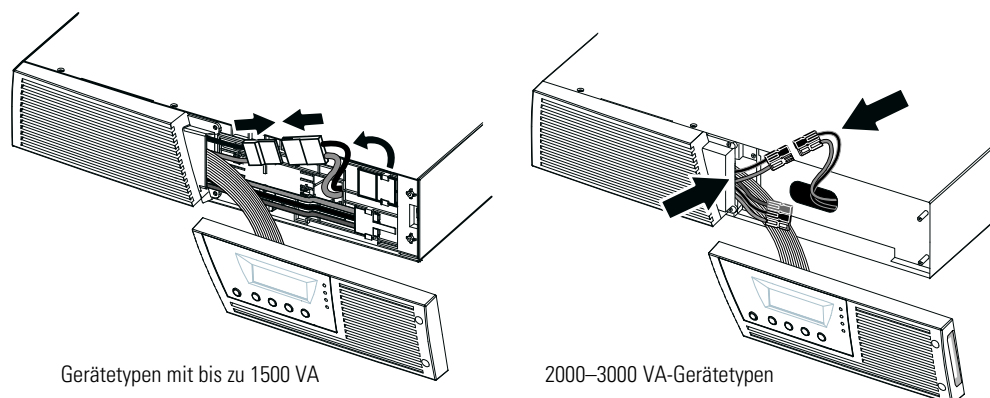

Abbildung 10. Anschließen der internen Batterien der USV
- Schließen Sie die interne Batterie-Steckverbindung an (siehe Abbildung 10).